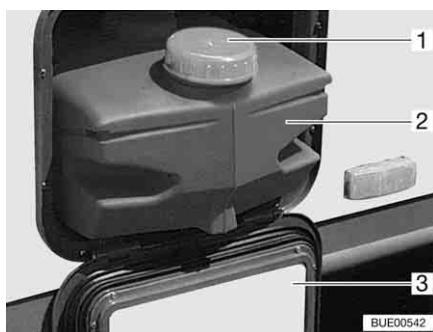

Bild 148 Vattentank 22 l
Vid transport av vattentanken: stäng den med locket (Bild 148,1).
- Öppna serviceluckan (Bild 148,3) (se kapitel 6).
- Drag ut vattentanken (Bild 148,2).
- Drag ut vattentanken (Bild 148,2) och töm den.